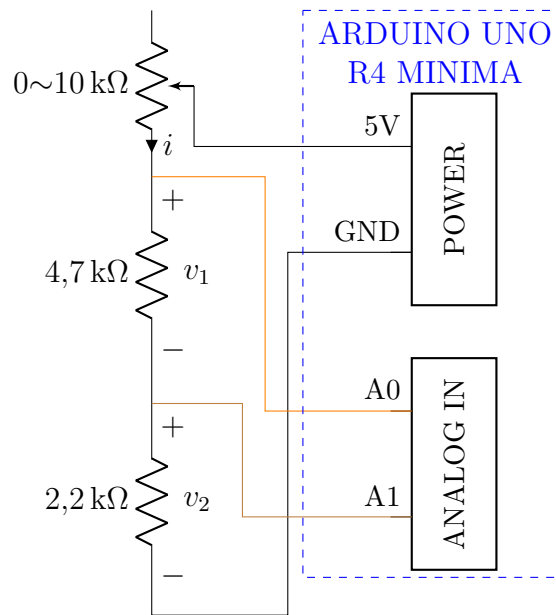

Figura 1.1: Conexión de circuito para el Laboratorio 1
- a. Realice las conexiones del circuito tal y como se indica en la Figura 1.1.
- e. Modifique el programa de forma que se calcule y se imprima el voltaje v_1 y el voltaje v_2 que se muestra en la Figura 1.1.